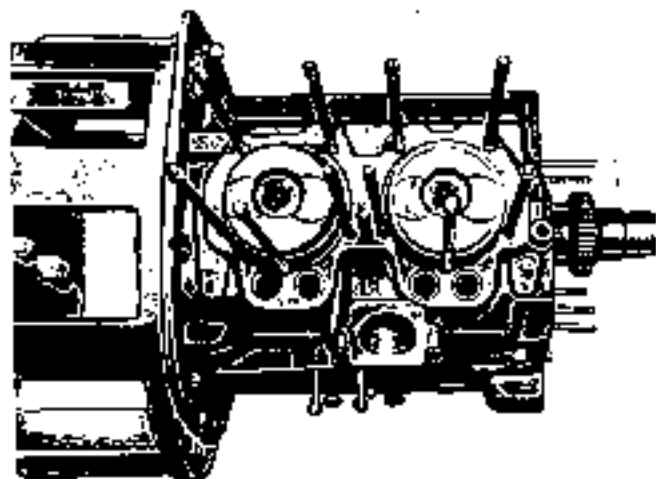

Fig. 28 - Orientamento del pistone
- il gruppo biella-pistone deve essere montato orientando le camere di scoppio dalla parte opposta alle sedi per le punterie (Fig. 28).